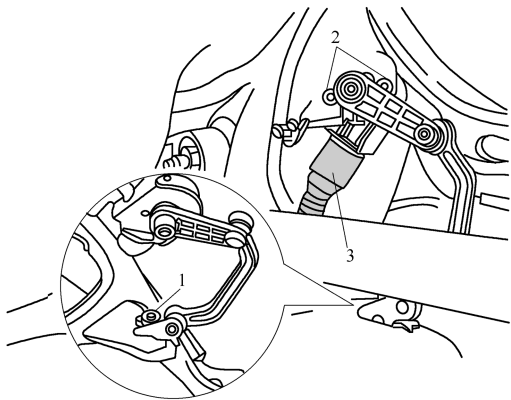

图 4-2-3 车轮拆卸示意图
(1) 拆卸。拆下车轮，如图 4-2-3 所示，脱开插接器 3，旋出螺栓 1，用弯角扳手把螺栓 2 旋出。此时不要把上固定板弯折，直接取出汽车高度传感器。